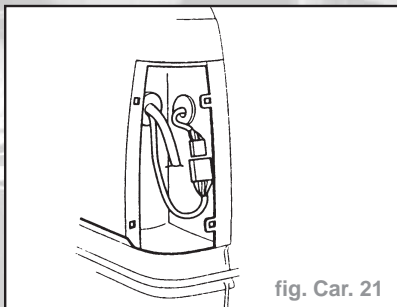

fig. Car. 21
- le faisceau de câbles de porte à battants arrière du montant arrière (fig. Car. 21).